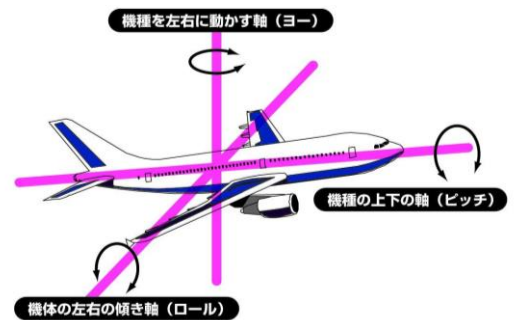

図 1
無尾翼機の安定性を高める航空機の構造の法則性を見つけること。安定性は、ピッチ方向をどれだけ保持できるかという縦安定性と、ヨー・ロール方向をどれだけ保持できるかという横安定性に分けて考える。ピッチ、ロール、ヨーとは、航空機の三軸の動きのことである。(図 1)
- ・<航空機の3軸(図1として使用)> <http://google.osieru.com/xn--cck1aal1brqdd/zu.jpg>